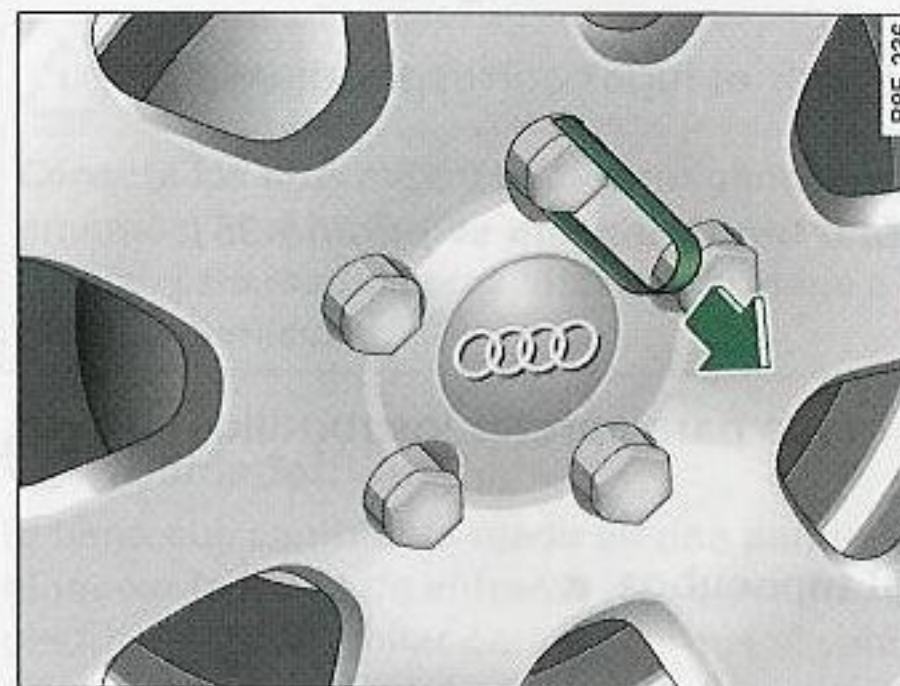

Fig. 252 Cambio de rueda: Quitar las caperuzas de adorno
- Extraiga la caperuza de adorno con la **pinza de plástico** (herramientas de a bordo) ⇒ fig. 252. ▶